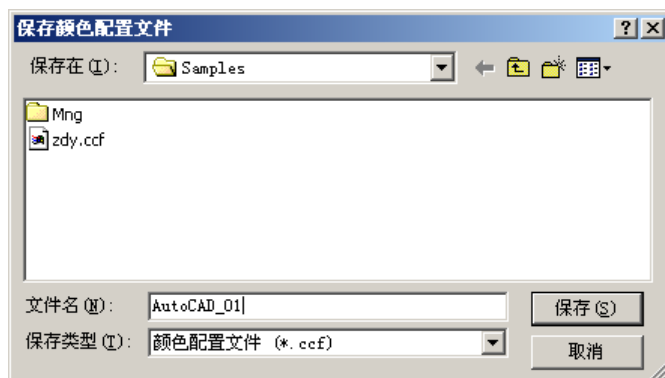

图 13-7 保存颜色配置文件
- (4) 【保存配置】和【加载配置】。
- (5) 用户可以将设置好的参数进行保存，下次打印时可以直接载入配置文件进行使用。
- (6) 单击【保存配置】按钮 **保存配置...**，在【保存颜色配置文件】对话框中，指定配置文件的名称和保存路径，保存配置文件。如图 13-7 所示